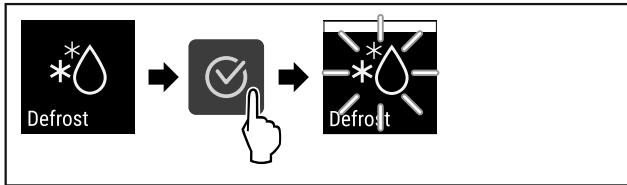

Fig. 86
- ▷ Изпълнете стъпките (виж Fig. 86).